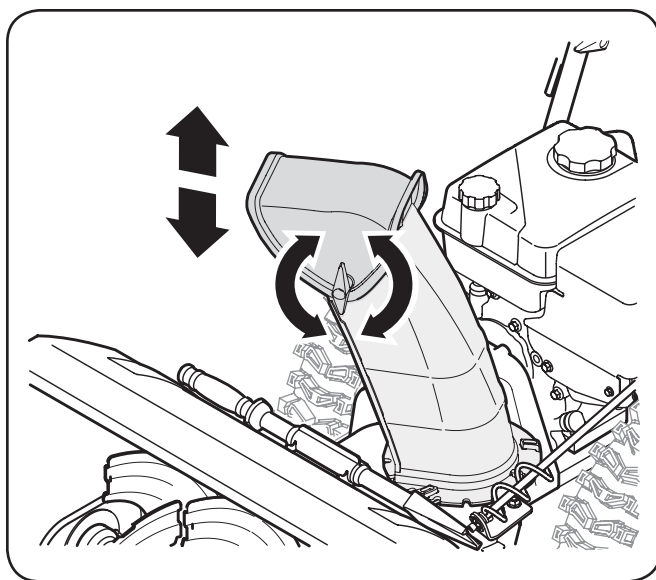

Figura 3-22
2. Girar el canal inclinado hacia arriba o hacia abajo antes de volver a apretar la perilla del ala. Vea la Figura 3-22.